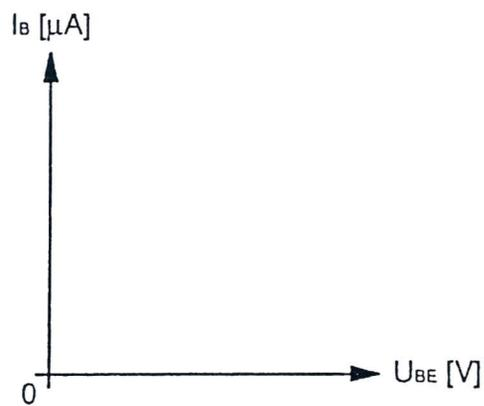

Fig. 2.3
13. Con los valores obtenidos, trazar en la Fig. 2.3 las curvas características de la corriente de base en función del voltaje base – emisor [ $I_B = f(U_{BE})$ ] con  $U_{CE}$  constante;